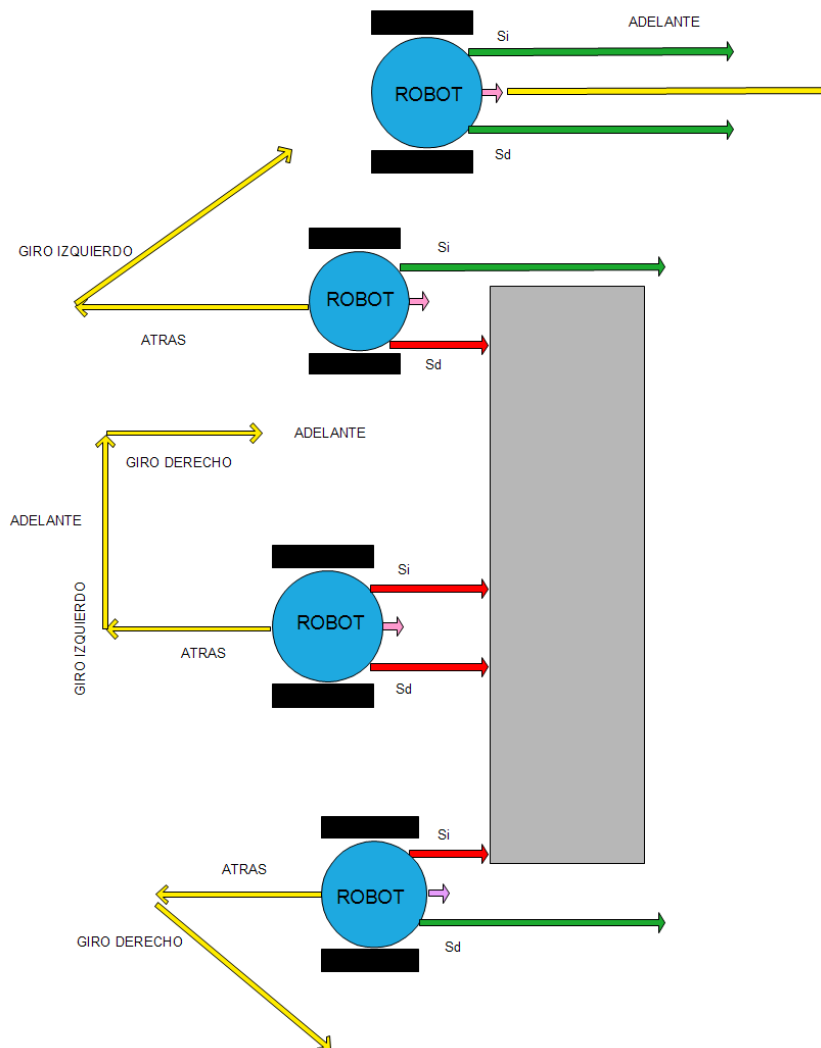

Figura 1. Robot Móvil que evade obstáculos
1. En la figura 1 se muestra el comportamiento de un robot que evade obstáculos.